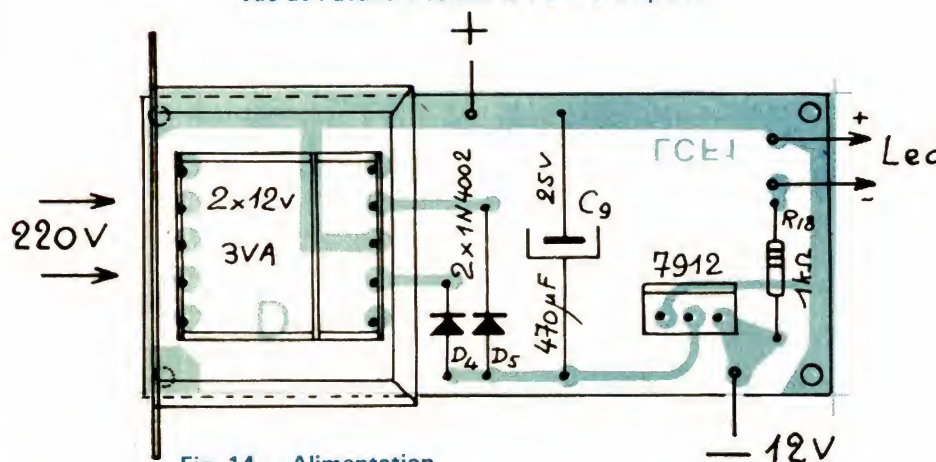

Fig. 14. - Alimentation.
d) **Circuit D.** Voir figure 14. C'est enfantin et nous n'insistons pas ! Par contre on évitera de relier l'alimentation et le circuit A dans le mauvais sens.